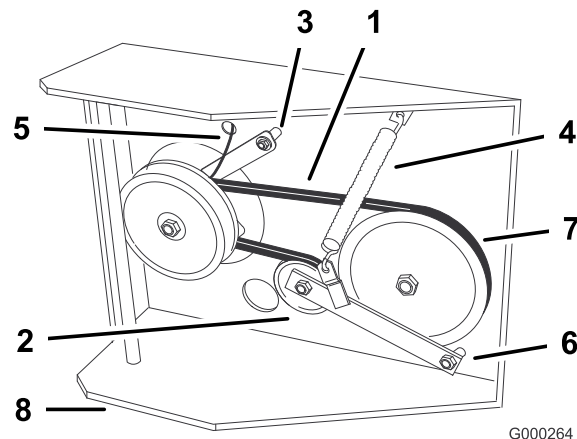

Figura 45
6. Desconecte el soporte del embrague de la plataforma del motor (Figura 45).
7. Desenganche el muelle tensor del lado del bastidor (Figura 45).
10. Apriete el perno del pivote a 47-54 Nm (35-40 pies-libra). Instale el muelle tensor entre la brazo de la polea tensora y el soporte del bastidor (Figura 45).
11. Instale el tirante del embrague en la plataforma (Figura 45).